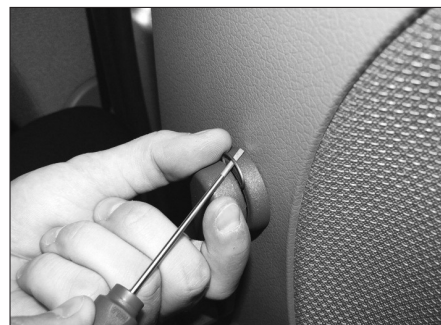

FIG. 39
• A l'aide d'un tournevis fin, déposer l'agrafe de maintien de la manivelle de lève-vitre (Fig.39).